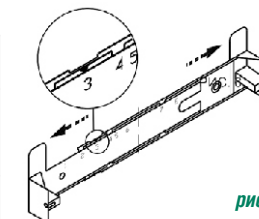

рис. 6
6.3 Крепление кронштейна к стене (рис. 6, 7).
- прежде чем прикрепить кронштейн к стене, необходимо выставить его на нужный размер (равный ширине верхней фальштрубы) (рис.6). Увеличьте размер кронштейна (если это необходимо) и установите фиксатор напротив цифры, соответствующей Вашей вытяжке (см табл.4, графа N).